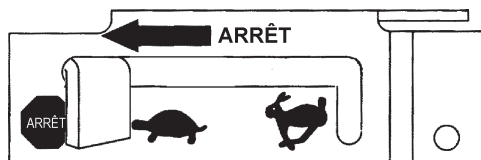

Figure 27. Manette de l'accélérateur (position d'arrêt)
2. Lorsque le moteur a **refroidi**, la manette de l'accélérateur en position **STOP** (Figure 27).